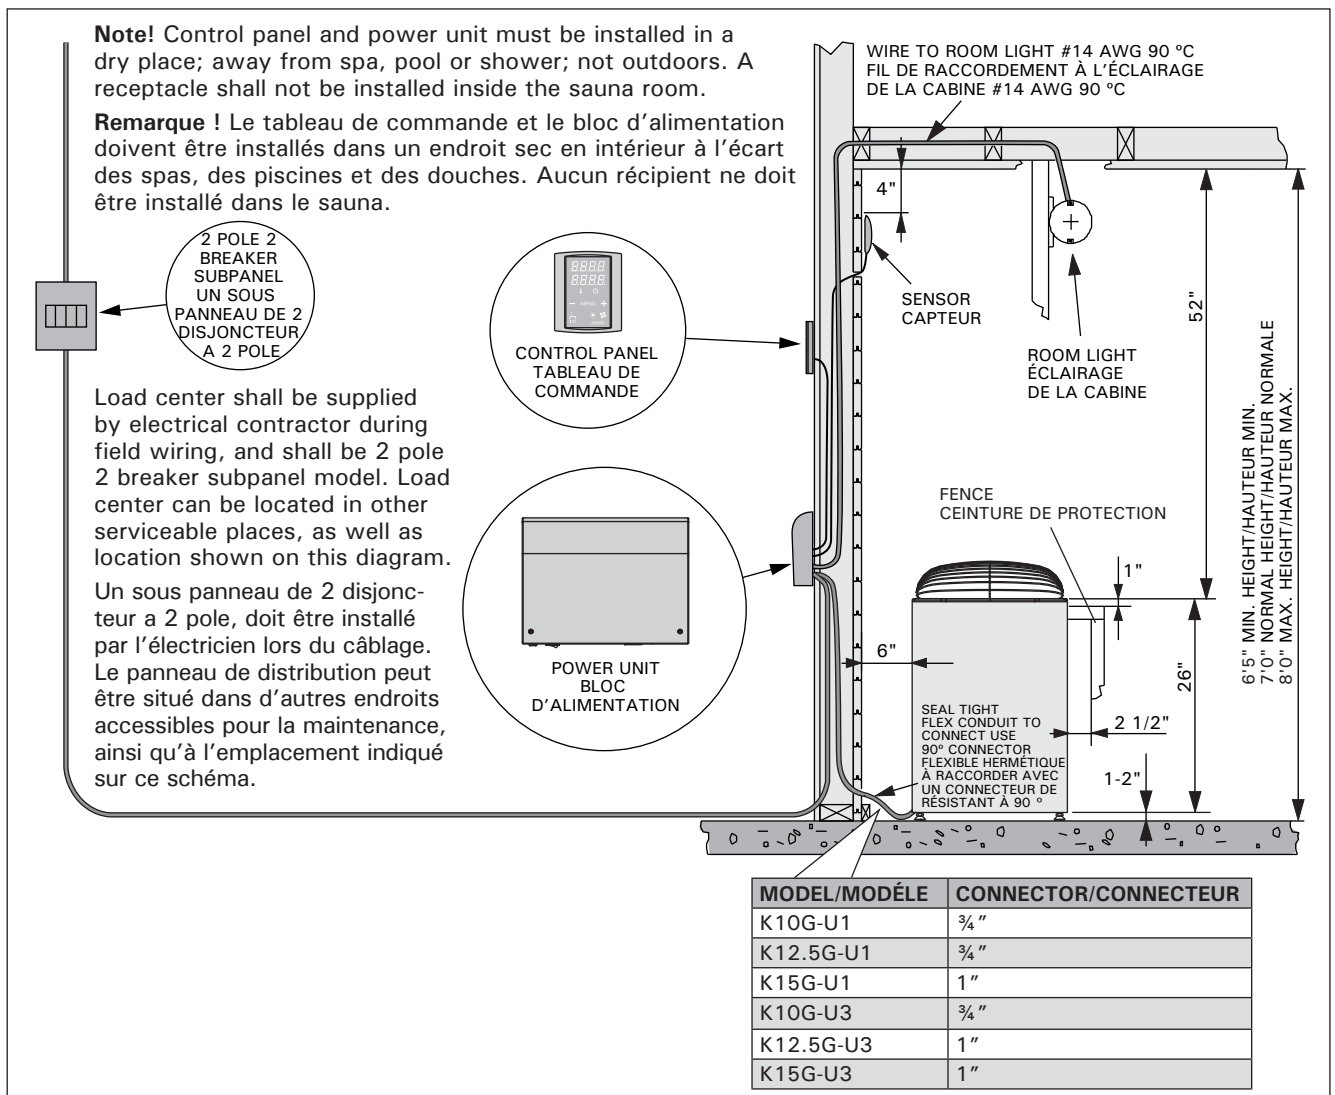

Figure 2.
is necessary for safety and should be constructed of softwood to match sauna interior. See figures 2–4 for clearances from sauna heater. Fence should attach to wall and should not be placed higher than top of heater below rock line.
- The location of the heater fulfils the minimum requirements concerning safety distances given in figures 2–6 and table 1.
- L'emplacement du poêle répond aux exigences de distances de sécurité minimales données dans les figures 2–6 et le tableau 1.
1. Remove heater from carton and place in proper location in sauna room. Observe proper clearances as per figures 2–6 and table 1. After final hookup, electrical contractor should secure heater to floor with at least two screws or bolts.
1. Sortez le poêle du carton et posez-le à un emplacement approprié dans la cabine du sauna. Respectez les dégagements indiqués dans les figures 2–6 et le tableau 1. Après le raccordement final, l'électricien doit fixer le poêle au plancher avec plusieurs vis ou boulons.
Refer to table 2 for proper wire size and amperage. See figures 2–6 for required clearances. Use copper wire from breaker to wall-mounted power unit. Supply cable must have 5 wires including insulated neutral and separate ground.
Refer to table 2 for proper wire size and amperage. See figures 2–6 for required clearances. Use copper wire from breaker to wall-mounted power unit. Supply cable must have 4 wires including insulated neutral and separate ground.
Consultez le tableau 2 pour connaître le calibre et l'intensité corrects du fil à utiliser. Voir fig. 2–6 pour connaître le dégagement requis. Utilisez du fil de cuivre du coupe-circuit au bloc d'alimentation mural. Le câble d'alimentation doit être constitué de 5 fils, dont un fil neutre isolé et un fil de terre distinct.
Consultez le tableau 2 pour connaître le calibre et l'intensité corrects du fil à utiliser. Voir fig. 2–6 pour connaître le dégagement requis. Utilisez du fil de cuivre du coupe-circuit au bloc d'alimentation mural. Le câble d'alimentation doit être constitué de 4 fils, dont un fil neutre isolé et un fil de terre distinct.